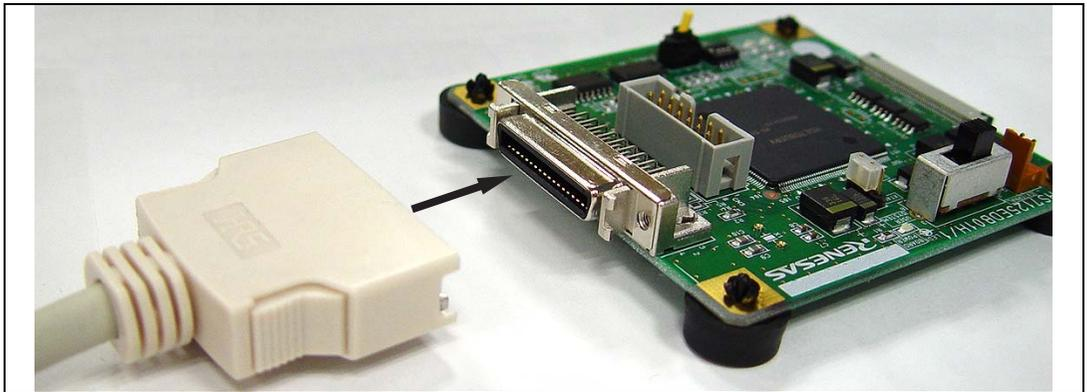
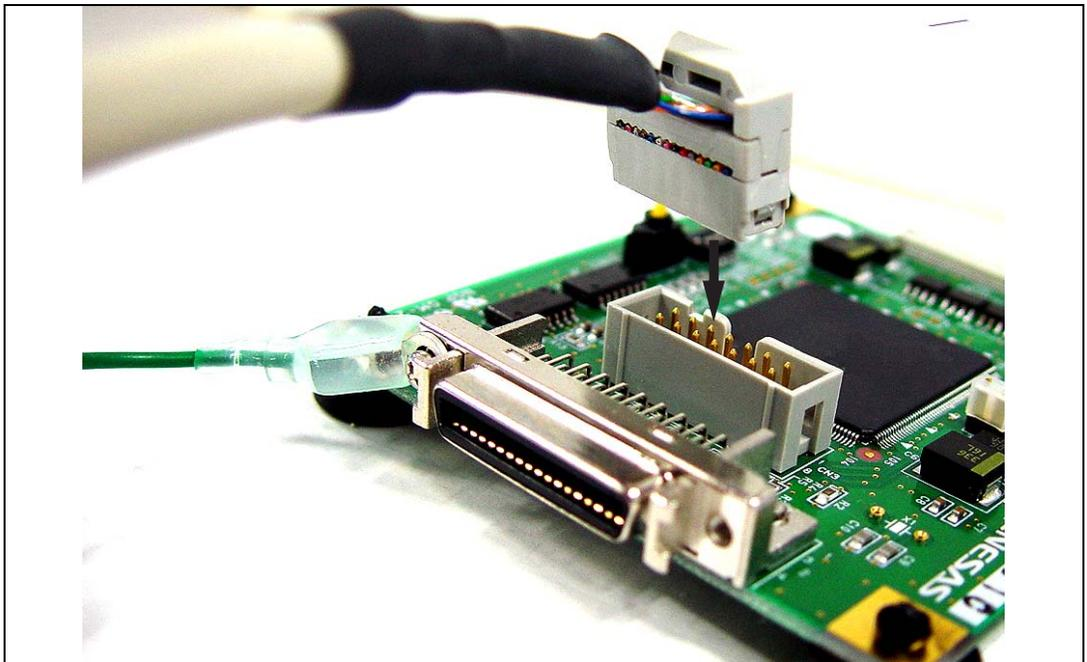

図 2.3 デバッグ MCU ボードとユーザインタフェースケーブル(36 ピン)の接続
図 2.4 デバッグ MCU ボードとユーザインタフェースケーブル(14 ピン)の接続
2. 図 2.3、図 2.4 のようにユーザインタフェースケーブルの 14 ピンコネクタまたは 36 ピンコネクタをデバッグ MCU ボード上の H-UDI インタフェースコネクタに接続してください。36 ピンコネクタの場合は CN2、14 ピンコネクタの場合は CN3 へ接続してください。